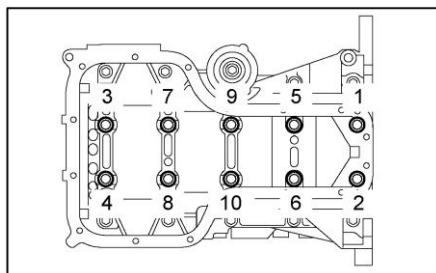

Рисунок II-225
5) Отверните 10 болтов сборки коренных крышек. ((см. Рисунок II-225)